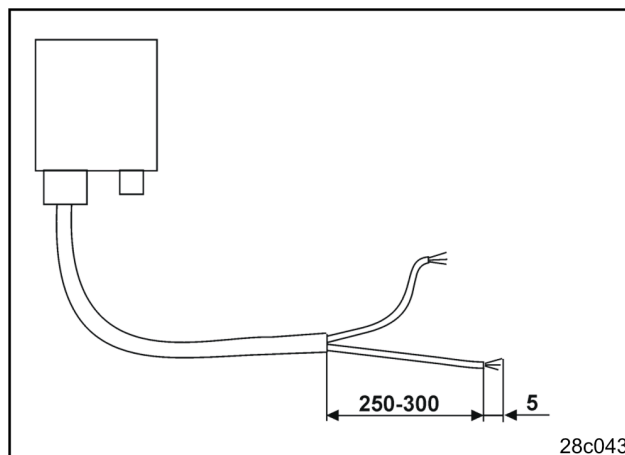

Fig. 5
- Ta bort skyddshöljet (Fig. 5) på ca 250 till 300 mm.
- Avlägsna 5 mm av kabelisoleringen (Fig. 5).